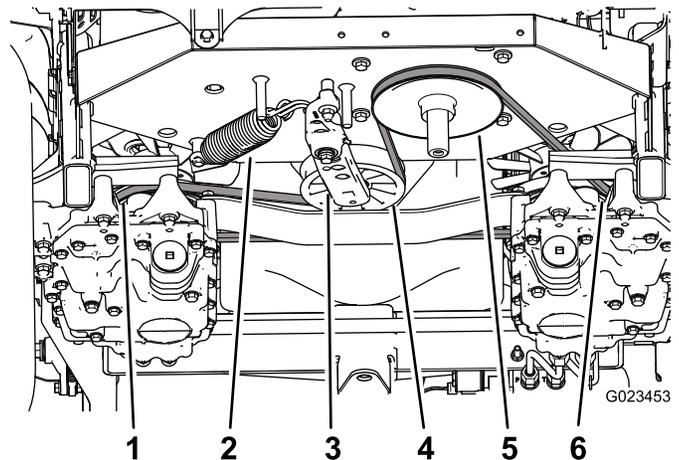

Bild 57
3. Setzen Sie eine Ratsche in das rechteckige Loch im Spannarm ein, um die Spannung an der Spannscheibenfeder zu lösen (Bild 57), nehmen Sie dann den Riemen von der Spannscheibe.
4. Haken Sie die Spannscheibenfeder vom Spannarm und vom Rahmen aus (Bild 57).
9. Haken Sie eine Feder am Spannarm und am Rahmen ein (Bild 57).